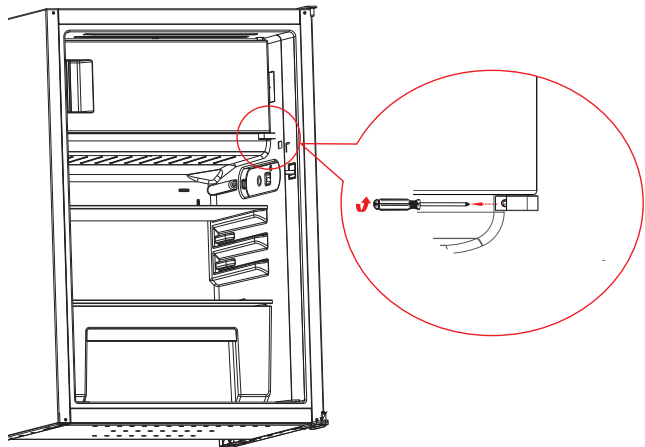

Abb. 4
- ▶ Drehen Sie die Schraube des Gefrierfach-scharniers mit Hilfe eines Kreuzschlitzschraubendrehers heraus (Abb. 4).